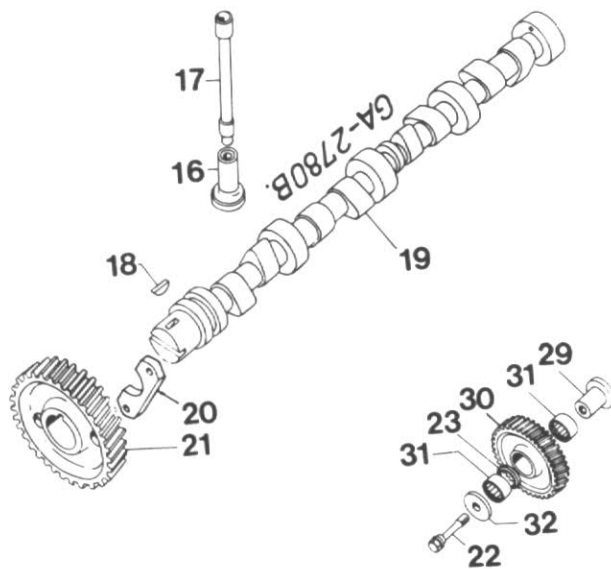

Figure 10
CARACTERISTIQUES (Voir fig. 10)
L'arbre à cames (19), fig. 10 (et la pompe d'injection) sont entraînés par l'extrémité avant du vilebrequin par l'intermédiaire d'un train de pignons qui sont tous marqués d'un repère pour assurer le calage correct.